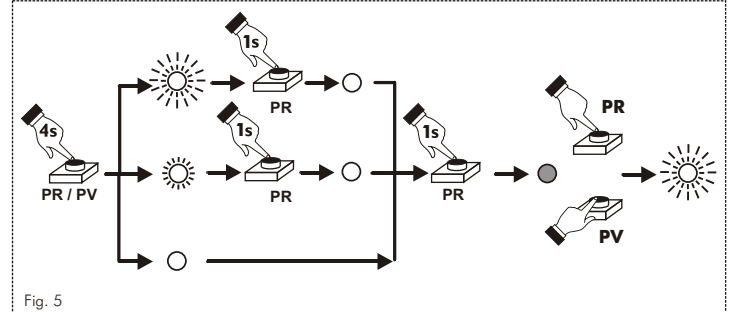

Fig. 5
18.0 Temporizzazione relè RR (RV) - (Fig. 5)